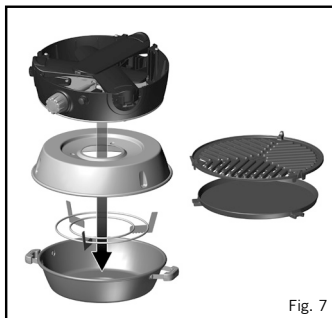

Fig. 7
- Ripiegate la copertura della borsa e chiudetela con la zip. (Fig. 7)